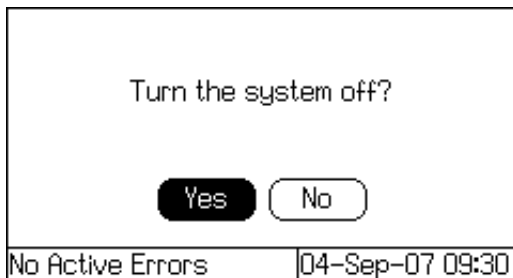

FIG. 6: Pantalla de funciones del sistema
2. Pulse la tecla de encendido/apagado  del sistema. Si el sistema está activado, la pantalla indicará: “¿Apagar el sistema?” Seleccione Sí para apagar. Vea la FIG. 6.